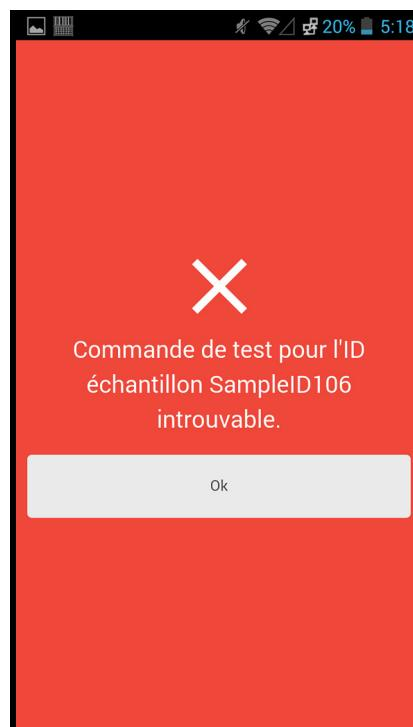

Figure 5-104. Écran Cepheid Link d'erreur de lecture (commande introuvable
- 3) En l'absence de découverte de commande, l'écran d'erreur (Commande introuvable (X sur fond rouge)) s'affiche (voir la Figure 5-104). Touchez le bouton **Ok** pour revenir à l'écran Lire l'échantillon.
- 5) En l'absence de découverte de commande, l'écran d'erreur (Commande introuvable (X sur fond rouge)) s'affiche (voir la Figure 5-104). Touchez le bouton **Ok** pour revenir à l'écran Lire l'échantillon.